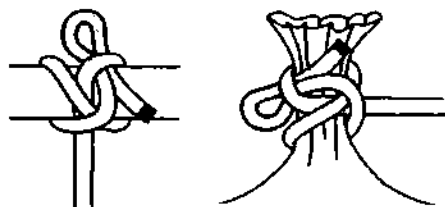

Рис. 627. **Быстроразвязывающийся битенговый узел** имеет второе название – **мельничный узел**.
**Быстроразвязывающийся битенговый узел** тоже называется **мельничным узлом** (рис. 627). Этот **мельничный узел** лучше **мельничного узла**, представленного на рисунке 622, так как он меньше затягивается и легче развязывается. **Быстроразвязывающийся битенговый узел** надёжно держит и моментально развязывается, если потянуть за конец петельки.